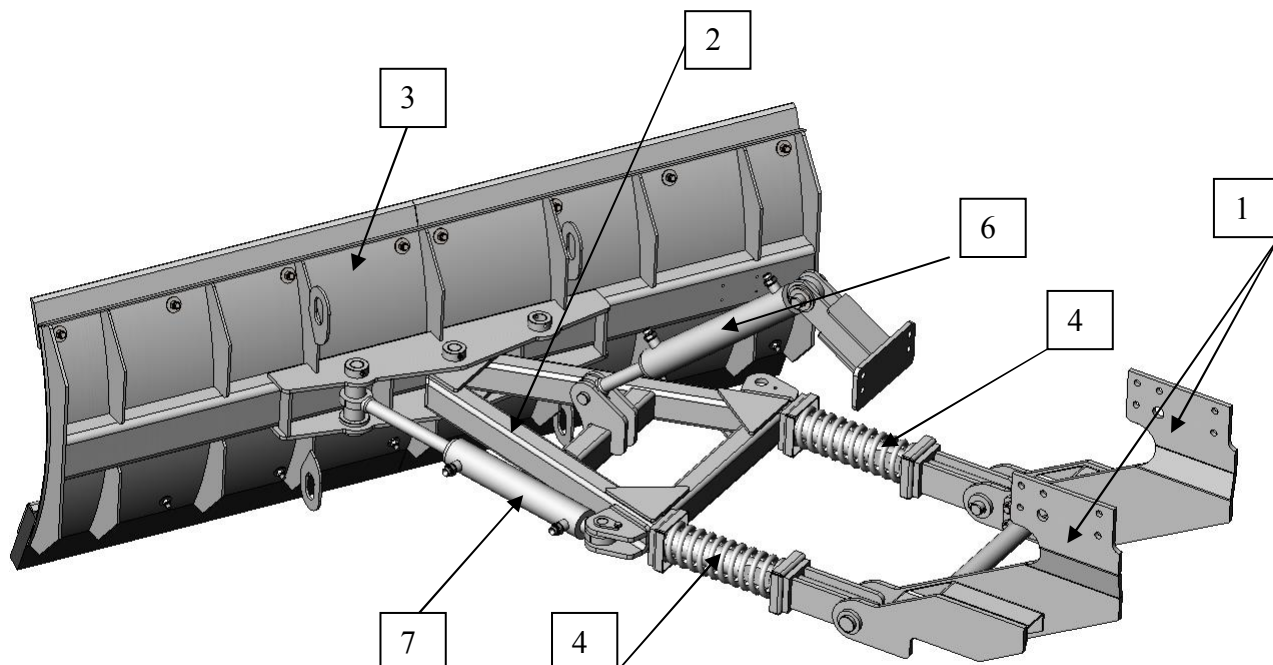

Fig.1 Lama de zapada LD3;
3.1.1 Lama (fig.1) este compusă din subansamblurile: suport 1; suport lama 2; lama 3, suport osie ș.a.